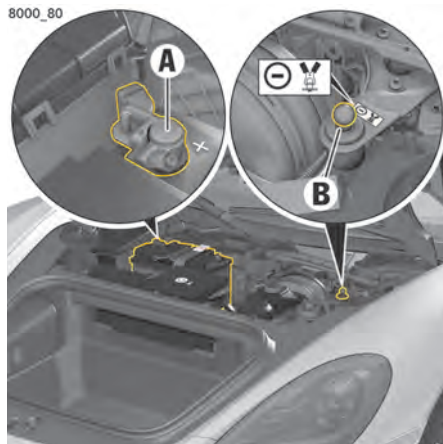

Fig. 16 : Bornes de la batterie
- ▶ En cas d'assistance au démarrage, ne branchez jamais directement le câble négatif noir à la batterie. Branchez toujours le câble négatif noir au point de masse **B** (fig. 16 à la page 52).